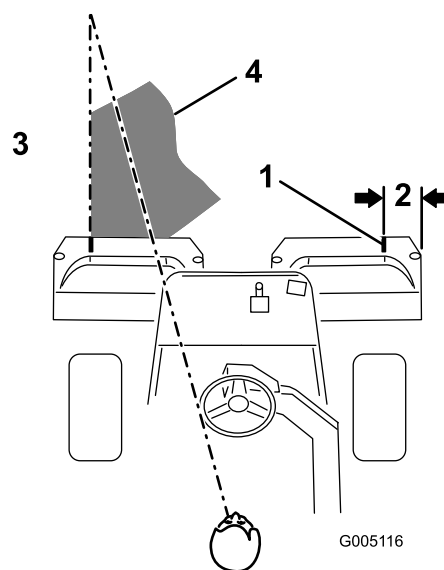

**Рисунок 30**
2. На каждую корзину наклейте отрезок белой ленты или нанесите краской линию, параллельную наружному краю каждой корзины (Рисунок 30).
3. Перекрытие предыдущего прохода во время обратного прохода должно быть минимальным. Чтобы облегчить поддержание прямолинейного движения по полю и удерживать машину на одном и том же расстоянии от края предыдущей скошенной полосы, сфокусируйте взгляд на краю нескошенной части поля на расстоянии примерно 1,8-3 м перед машиной (Рисунок 30 и Рисунок 31). Некоторым операторам удобно использовать как часть линии визирования наружный край рулевого колеса, т.е. край рулевого колеса совмещается с точкой, которая всегда находится на одном и том же расстоянии от переднего края машины (Рисунок 30 и Рисунок 31).